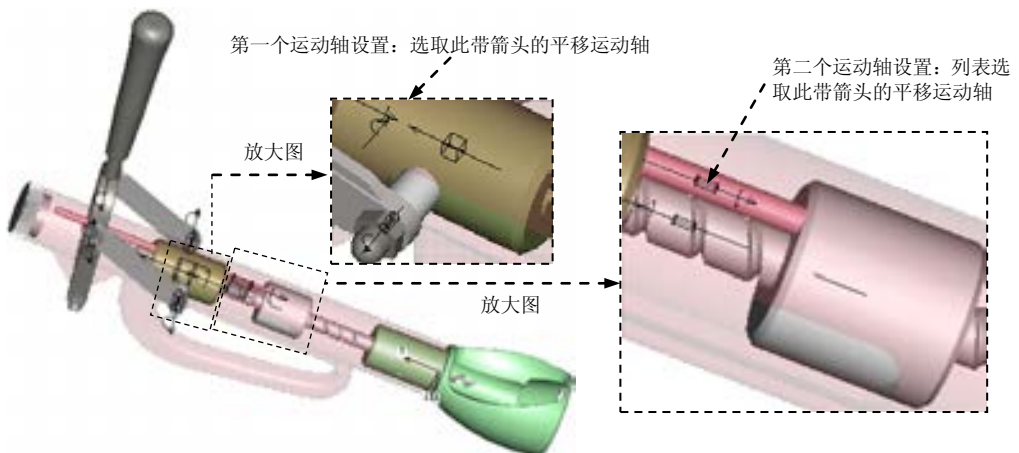

图 12.5.39 运动轴设置
Step1. 选择下拉菜单 **应用程序(A)** \rightarrow **机构** 命令进入机构模块，然后选择下拉菜单 **视图(V)** \rightarrow **5: 拖移(M)** \rightarrow **拖动元件(O)...** 命令，用“点拖动”将驱动杆子装配 (actuating_rod_asm.asm) 拖到图 12.5.39 所示的位置（读者练习时，拖移后的位置不要与图中所示的位置相差太远，否则后面的操作会出现问题），然后关闭“拖移”对话框。